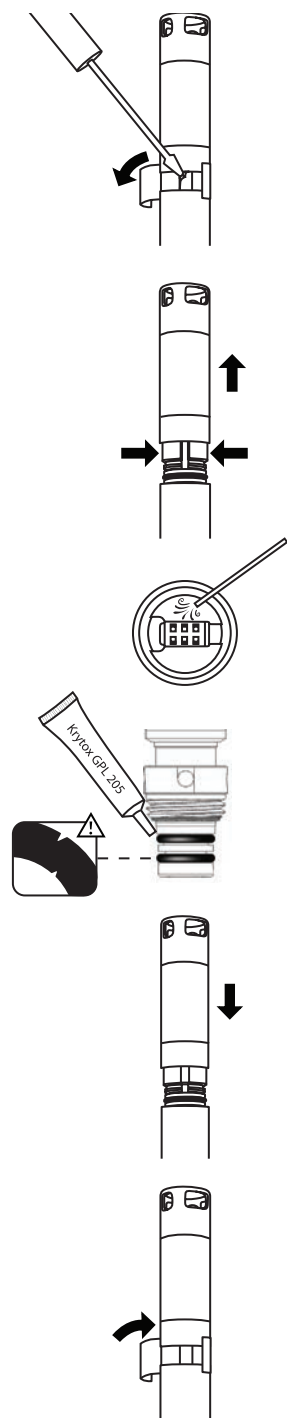

Figura 77 Reemplazo del módulo del sensor de pH - pH/ORP
1. Retire y deseche el adhesivo que cubre la unión del cuerpo del sensor y el módulo (Figura 77).